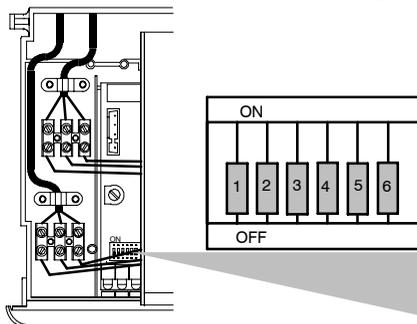

fig. 9.22
- 4 Una volta completata la memorizzazione togliere alimentazione elettrica alla caldaia e riportare i DIP switch in posizione OFF (fig. 9.22)